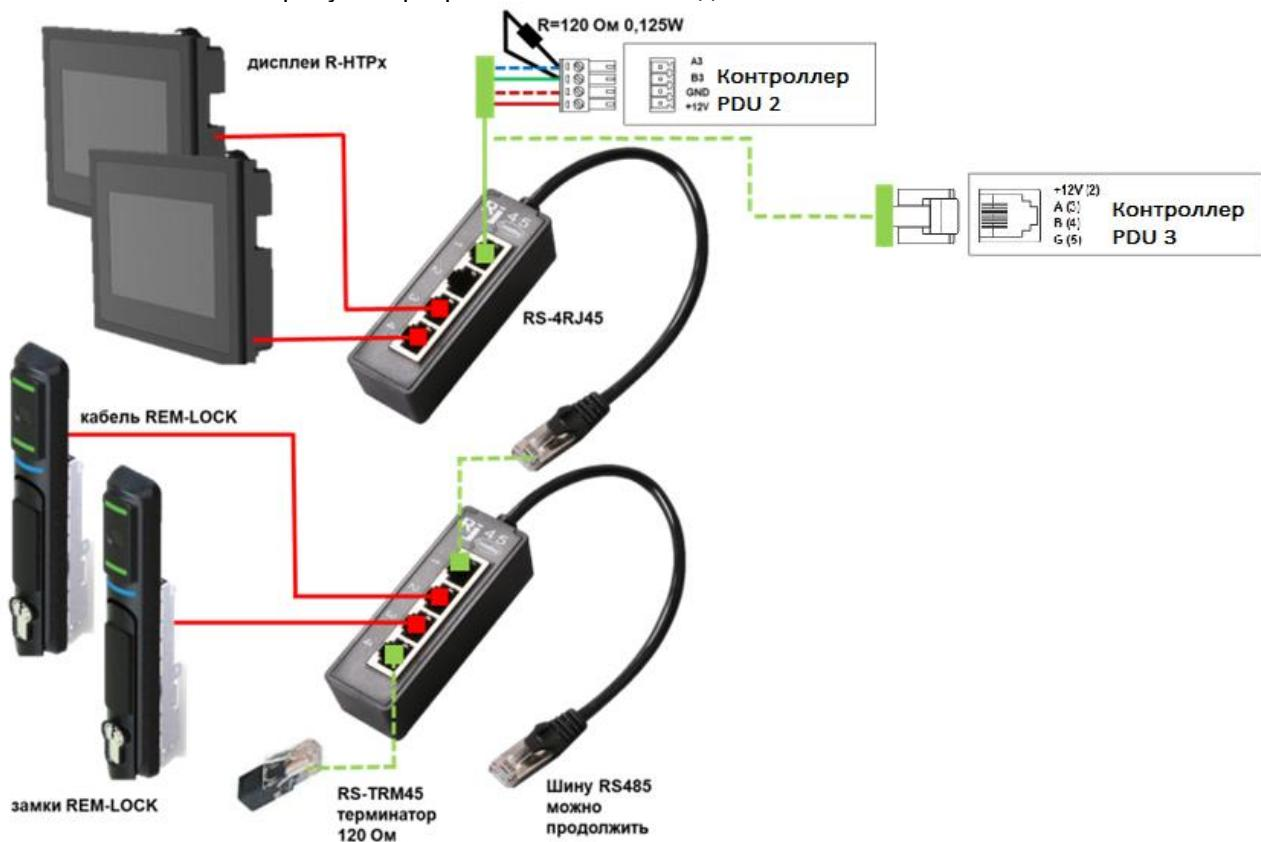

Рис. 6.8 - Рекомендованная схема организации шины RS-485 при суммарной длине L <20м
- для подключения нескольких ручек и HMI-дисплеев рекомендуется использование кабелей, входящих в комплект замков REM-LOCK, переходников REM™ и стандартных патч-кордов RJ45 (см. Рис. 6.8) при условии, что общая